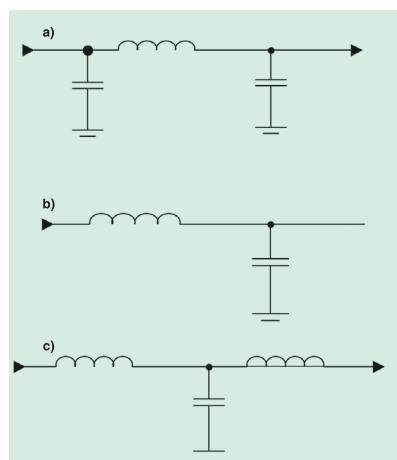

Fig. 6.7. Esquemas clásicos de filtros utilizados en BT: a) en L; b) en T; c) en p.
- Los filtros: un filtro utiliza el principio de circuito RLC. Se calcula suponiendo que la perturbación que se debe filtrar ha sido correctamente identificada. Su objetivo se sitúa, muy especialmente, en la atenuación de sobretensiones de maniobra correspondientes a una banda de frecuencia definida. Esta protección no se adapta a sobretensiones atmosféricas (fig. 6.7).